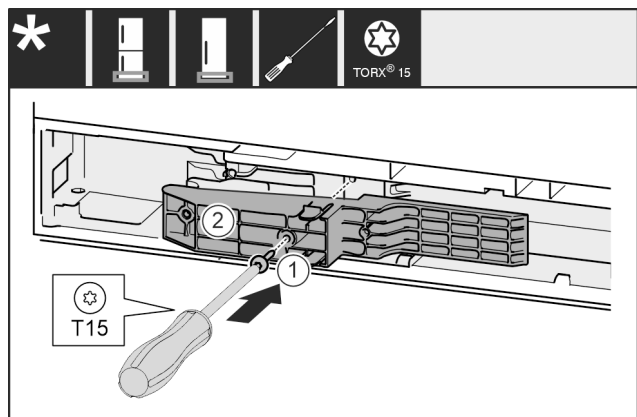

Fig. 61 *
- ▶ Umetnite adapterski element Fig. 61 (1) na stranu ručke u izrez.*
- ▶ Odvijačem pritegnite vijak Fig. 61 (2)*